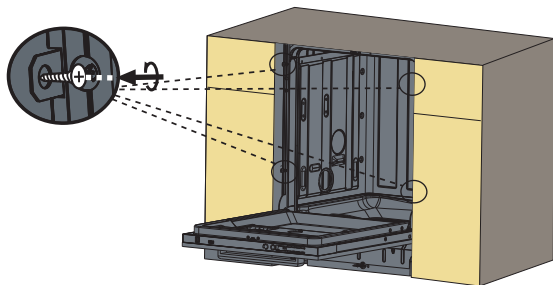

FIGURA 2:
- 4) Después de insertar la máquina en el armario y nivelarla, fije los soportes de montaje a los frontones del armario con tornillos, tal como se muestra en la figura 2.